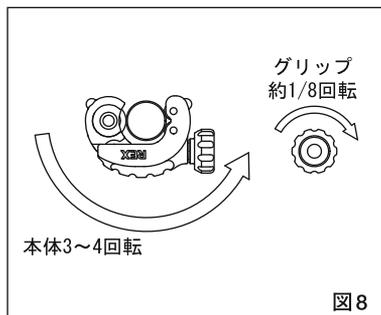

図8
- ③その後、グリップをゆっくり回し、(本体3~4回転につきグリップ1/8回転程度) 徐々に切り込みを深くしながら、本体を矢印の方向へ回転させパイプを切断してください。(図8)